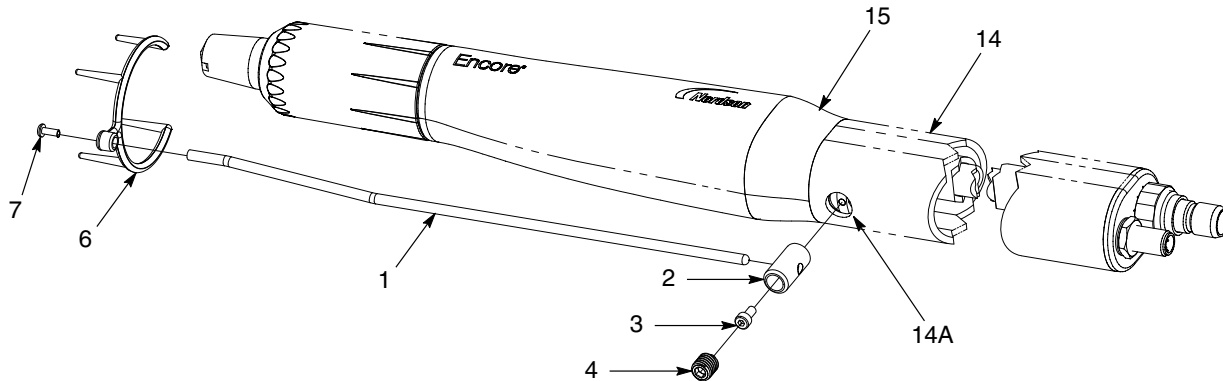

Bild 3 Montage av jonfångare - rörmonterad pistol
2. Se bild 3. Sätt i fäststycket (2) i montagehålet (14A) och fäst det till jordplattan i pistolkroppens bakre ände (15) med insexskruven (3).
3. Sätt i kollektorelektroden (1) i fäststycket och fäst den med den nylonspetsförsedda M10 x 10 stoppskruven (4).
4. Fäst ringen med flera spetsar (6) på kollektorelektroden (1) med hjälp av M3 x 8 skruven (7).